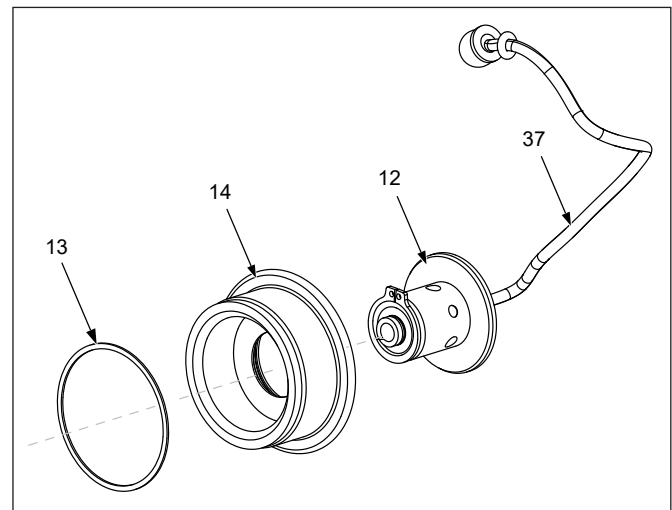

Рисунок 17: Квадратный хвостовик, трехмерное представление
1. Нанесите силиконовую смазку на все компоненты, кроме двух винтов крепления плоского фиксатора (35).
2. Установите на место пружину (16), лепесток плоского фиксатора (15) и винт без головки (10), нанесите немного резьбового герметика Loctite 222 на винт без головки, прежде чем устанавливать узел в плоский фиксатор (24).
3. Установите плоский фиксатор (24) в корпус упора (2), нанесите немного резьбового герметика Loctite 243 на резьбовые монтажные отверстия, прежде чем устанавливать винты крепления плоского фиксатора (35).
4. Если кольцо с сергой для страховочного фала (38) снималось, установите его на место и зафиксируйте винтом с ушком. При сборке герметик Loctite 222 необходимо нанести на резьбу винта с ушком.
5. Установите съемный тросик (36) на место сзади фиксирующего стакана цилиндра. Сдвиньте упор (2) на корпус гайковерта (1), при этом продев съемный тросик (36) сквозь плоский фиксатор (24) и зафиксируйте, навинтив шестигранную гайку на конец съемного тросика (36).
7.2.5 Снятие и установка кнопки разъединителя квадратного хвостовика (рис. 17)